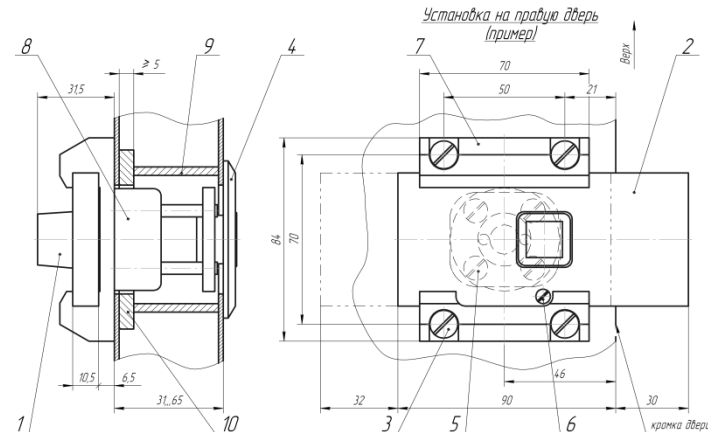

Рис.1
- выверните винт-ограничитель 6 (см. рис.1) и, повернув против часовой стрелки до упора ручку 1, полностью выведите засов 2 из корпуса 7;
- на рис.1 показана установка замка на правую дверь. Установка на левую дверь производится зеркально. Паз в корпусе 7 под винт-ограничитель 6 засова 2 в любом варианте установки должен быть обращен вниз;
- установите в отверстие корпуса механизма секретности 8, как показано на рис.1 и вставьте в крепежные отверстия винты 5 (винты предварительно укоротите так, чтобы их резьбовые концы были утоплены на 1...3 мм относительно наружной стороны двери);